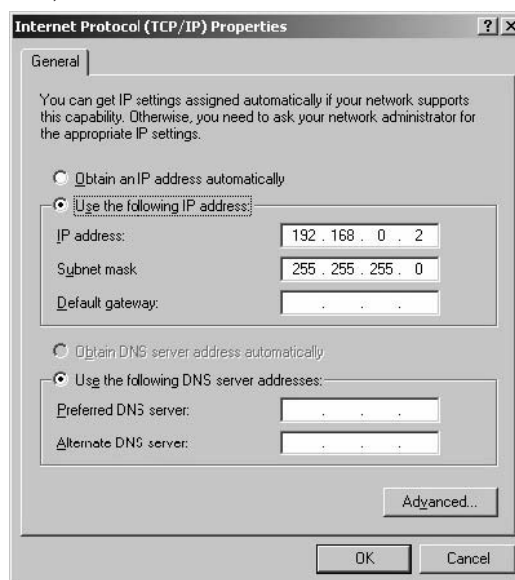

Figure 14 : TCP/IP Properties (Propriétés du protocole TCP/IP)
4. Sélectionner **Internet Protocol (TCP/IP)** [Protocole Internet (TCP/IP)] et cliquer sur le bouton **Properties** (Propriétés) pour ouvrir la fenêtre des propriétés TCP/IP (Figure 14).